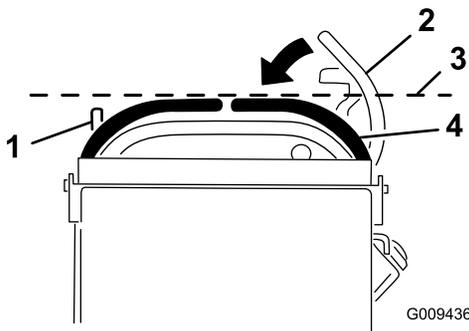

Рисунок 82
3. Нажмите вниз рычаги управления движением, чтобы вывести их из НЕЙТРАЛЬНОГО ФИКСИРОВАННОГО положения (Рисунок 82).
4. Проверьте, выровнен ли правый рычаг управления движением по горизонтали относительно левого рычага управления движением (Рисунок 82).